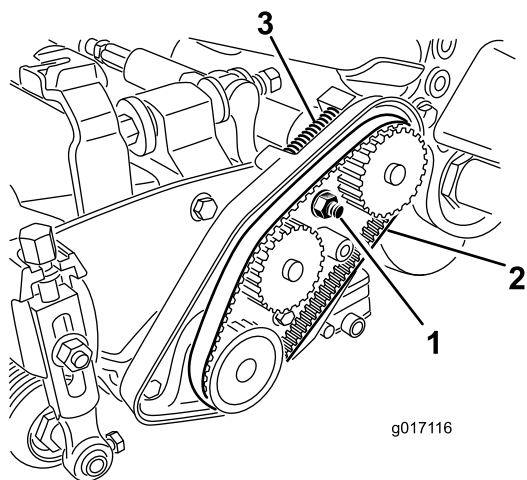

Рисунок 16
3. Ослабьте гайку корпуса подшипника (Рисунок 16).
5. Снимите ремень (Рисунок 16).
12. Убедитесь, что на ремень воздействует усилие от пружины сжатия (Рисунок 16).